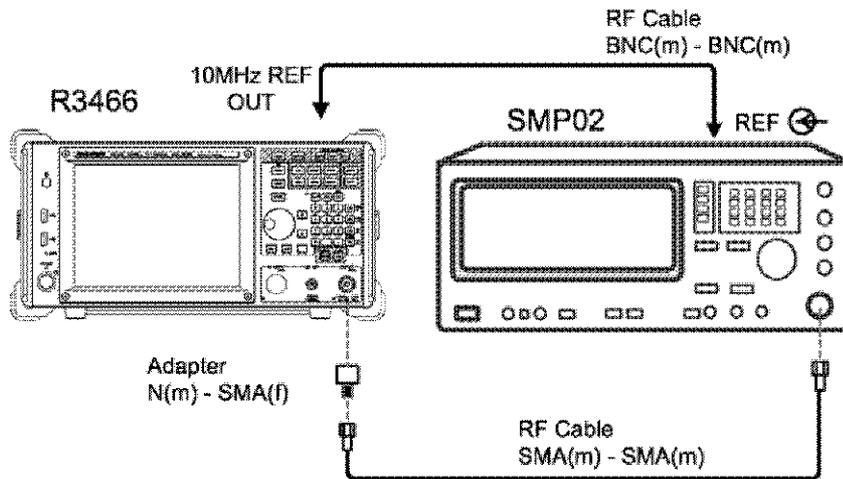

図 2-8 アッテネータ切り替え確度試験
1. 機器を図 2-8 のように接続します。R3466N の場合は、Adapter の後に 50  $\Omega$  変換器を使用して本器と接続します。